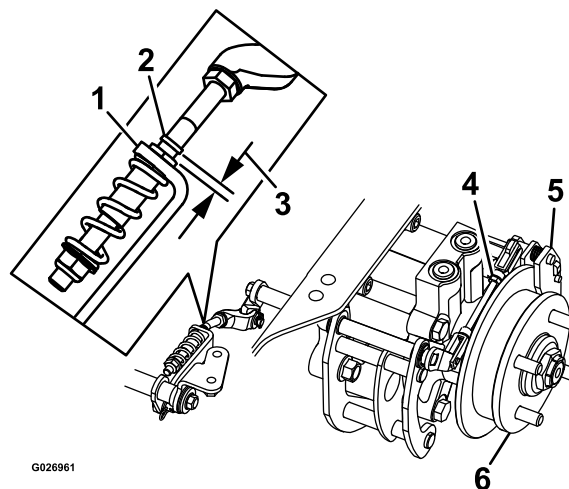

Figura 79
8. Controllate la presenza di uno spazio visibile tra la staffa a L e il fermo del tirante (Figura 79).